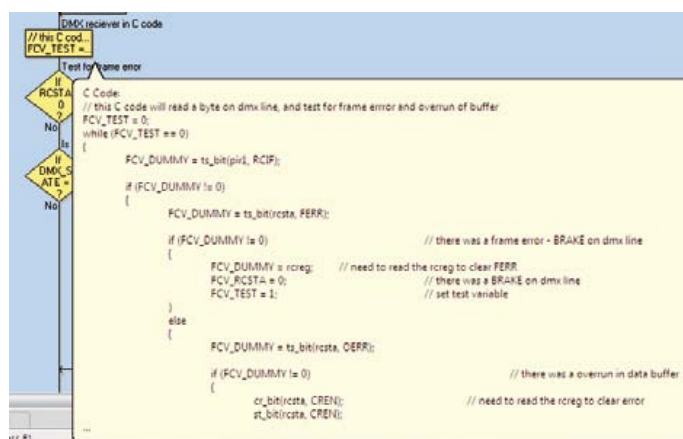

Figure 2. La boîte de code C gère la lecture des données DMX512 et la détection d'erreur de trame/débordement.
Étape 2. Le récepteur DMX fut un peu plus compliqué à réaliser, car il utilise un composant standard Flowcode RS-232 et une boîte de code C. Une macro est utilisée pour configurer la vitesse de transmission du récepteur (250 kbit/s) et l'activer. La boîte de code C (**figure 2**) contient le code qui s'occupe de la réception des données DMX entrantes et des tests d'erreurs. Le format de données DMX est constitué (dans l'ordre et simplifié à l'extrême) :